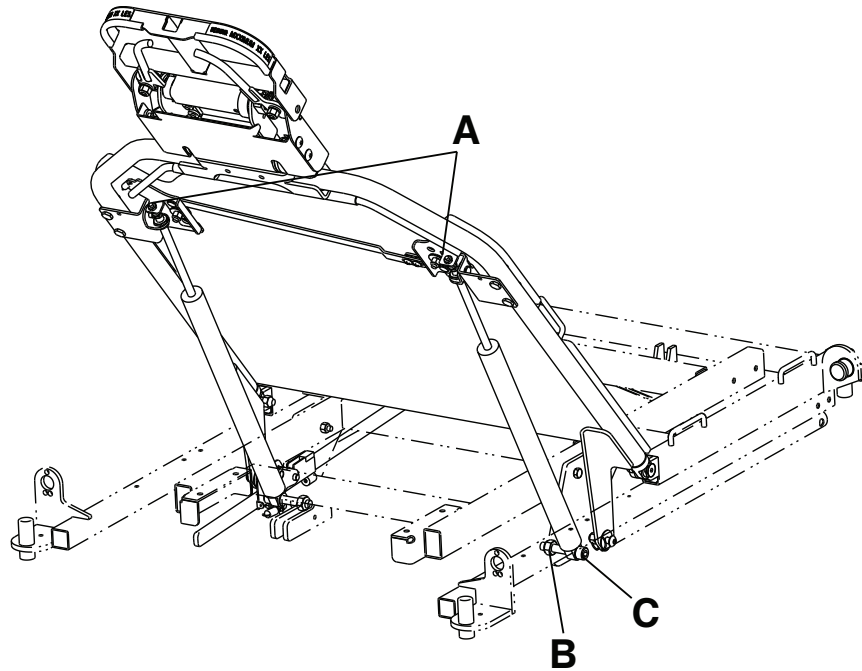

Figure 13 – Remplacement du vérin pneumatique 5051
4. À l'aide de deux clés mixtes de 17 mm, retirer les écrous (A) du haut du vérin pneumatique (Figure 13). Conserver les écrous.
5. À l'aide d'une clé à six pans de 5/16 po et d'une clé mixte de 11/16 po, retirer l'écrou (B) et le boulon (C) du bas du vérin. Conserver l'écrou et le boulon.
8. À l'aide de deux clés mixtes de 17 mm, réinstaller les écrous (A) (retirés à l'étape 4).
9. À l'aide d'une clé à six pans de 5/16 po et d'une clé mixte de 11/16 po, réinstaller l'écrou (B) et le boulon (C) au bas du vérin (retirés à l'étape 5).